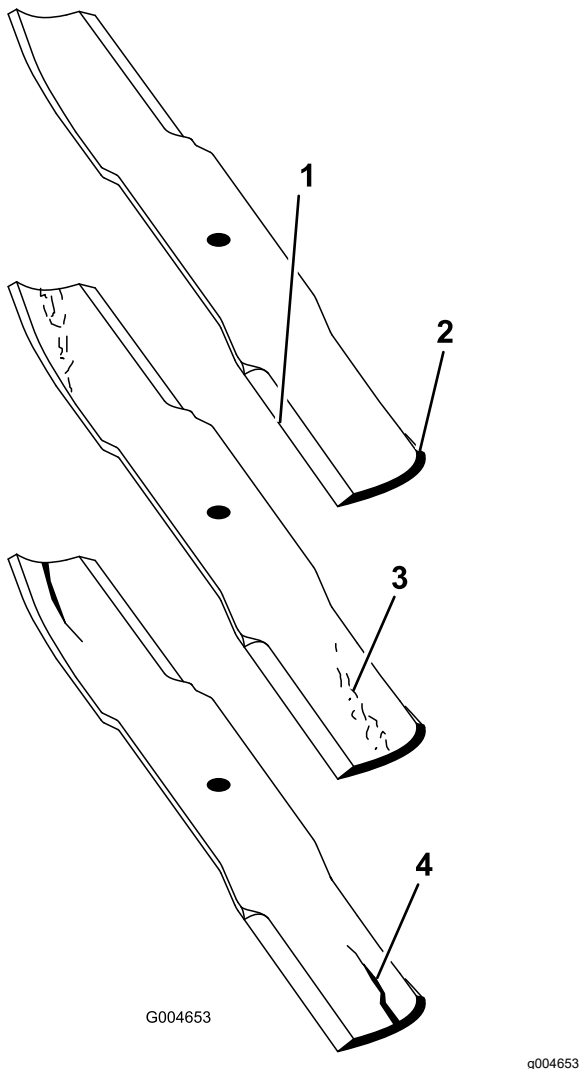

Figure 127
2. Examinez attentivement les tranchants de la lame, particulièrement au point de rencontre de la partie plane et de l'ailette (Figure 127).
Remarque: Le sable et les matières abrasives peuvent éroder le métal à cet endroit, c'est pourquoi il est important de contrôler l'état de la lame avant d'utiliser la tondeuse. Remplacez la lame si elle semble usée (Figure 127).